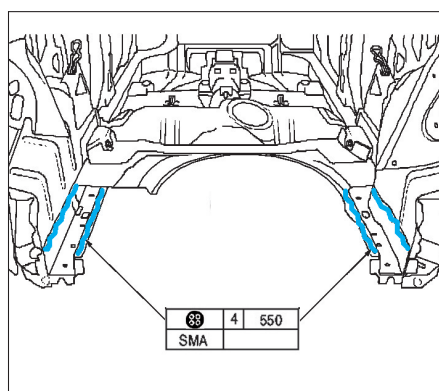

FIG. 125
- Encoller les supports de plancher (fig. 125).